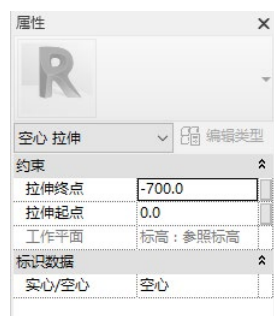
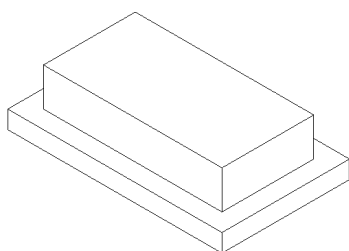

图 10-79 设置拉伸参数 (1)
图 10-80 空心拉伸 (1)
7) 在“属性”选项板中设置“拉伸起点”为“0.0”, “拉伸终点”为“-700.0”, 设置“实心/空心”为“空心”, 如图 10-79 所示, 单击“应用”按钮, 单击“模式”面板中的“完成编辑模式”按钮, 完成拉伸模型的创建, 如图 10-80 所示。